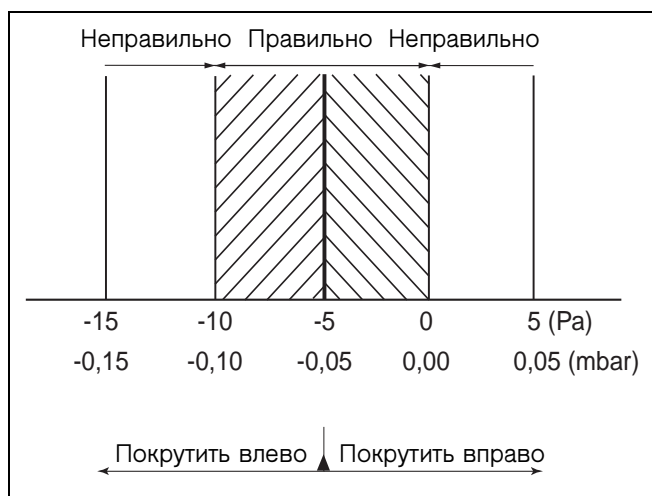
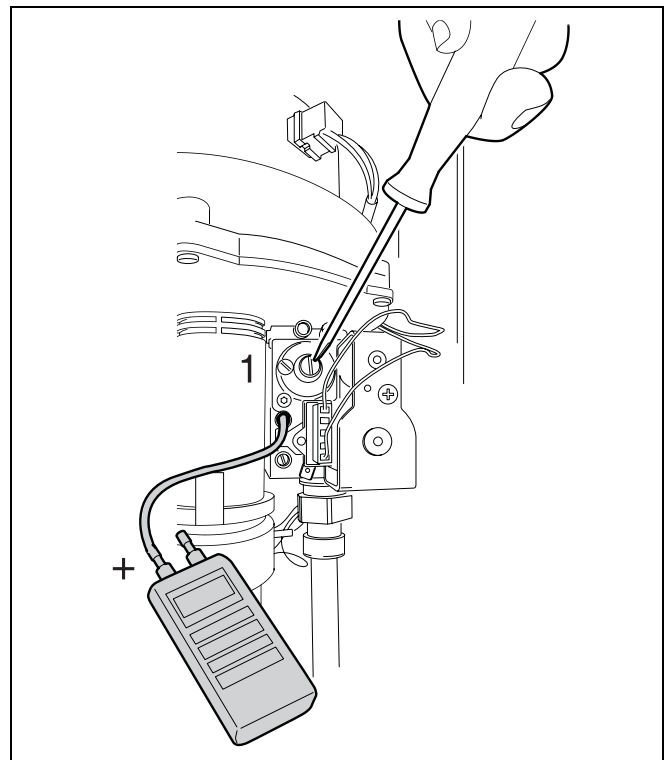

Рис. 33 Разница давления газ/воздух при частичной нагрузке
Рис. 34 Установка соотношения газ/воздух
- Считать с прибора разницу давления (соотношение газ/воздух). Оптимальная разница давления составляет -5 Па (-0,05 мбар). Разница давления должна находиться между -10 и 0 Па (рис. 33). Если этого нет, то необходимо произвести установку следующим образом:
- Снять колпачок крышки с помощью плоской отвертки (рис. 34, **поз. 1**).
- С помощью ключа с внутренним шестигранником (4 мм) установить установочный винт давления горелки (рис. 34, **поз. 1**) на правильную разницу давления (соотношение газ/воздух, рис. 33).
- Установить колпачок крышки (рис. 34, **поз. 1**).